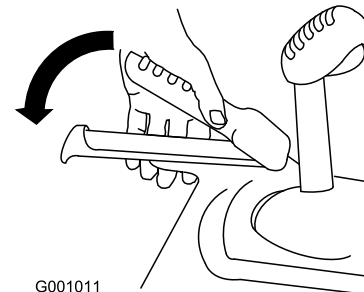

Bild 14
3. Drücken Sie den linken Griff (Fahrtrieb) zum Handgriff (Bild 14).
6. Drücken Sie den linken Griff (Fahrtrieb) zum Handgriff (Bild 14).